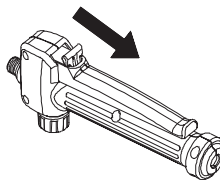

Figure 13
1. Pour le verrouillage, abaissez le levier et tirez le bouton de verrouillage vers l'arrière, ensuite relâchez le levier. Voir la figure 13.